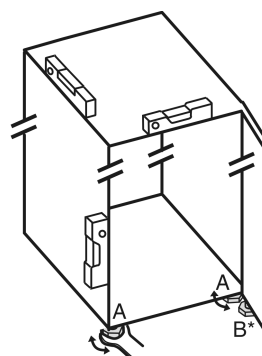

Fig. 4
- Stelvoetjes Fig. 4 (A) met meegeleverde steeksleutel en met behulp van een waterpas er uit draaien tot het apparaat vast en vlak is uitgelijnd.
► Stelvoetje Fig. 4 (B) op het lagerblok losdraaien met de bijgeleverde steeksleutel totdat deze op de vloer rust.
► Stelvoetje Fig. 4 (B) 90° verder draaien.